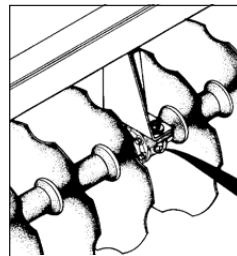

FIGURA 3
*Ao montar os mancais de rolamento verificar que os mesmos devem ser montados com o sistema de lubrificação virados para a parte de trás do implemento conforme figura 3.